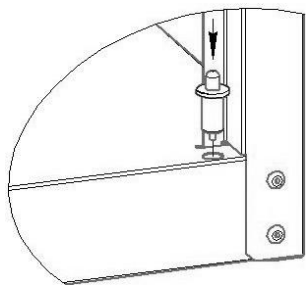

Рисунок 5 – Установка петель
10. Вставить в отверстия расположенные в передней части основания и панели верхней петли потайные пружинные (Рисунок 5). Навесить на петли двери, установив нижнюю часть двери в петлю и утопив подвижную часть верхней петли в корпус петли задвинуть дверь в корпус шкафа, до совмещения петли и гнезда под петлю на корпусе двери. Проверить зазоры и геометрию шкафа, при необходимости выровнять, установить замки. Проверить открывание и закрывание двери, работу замка.